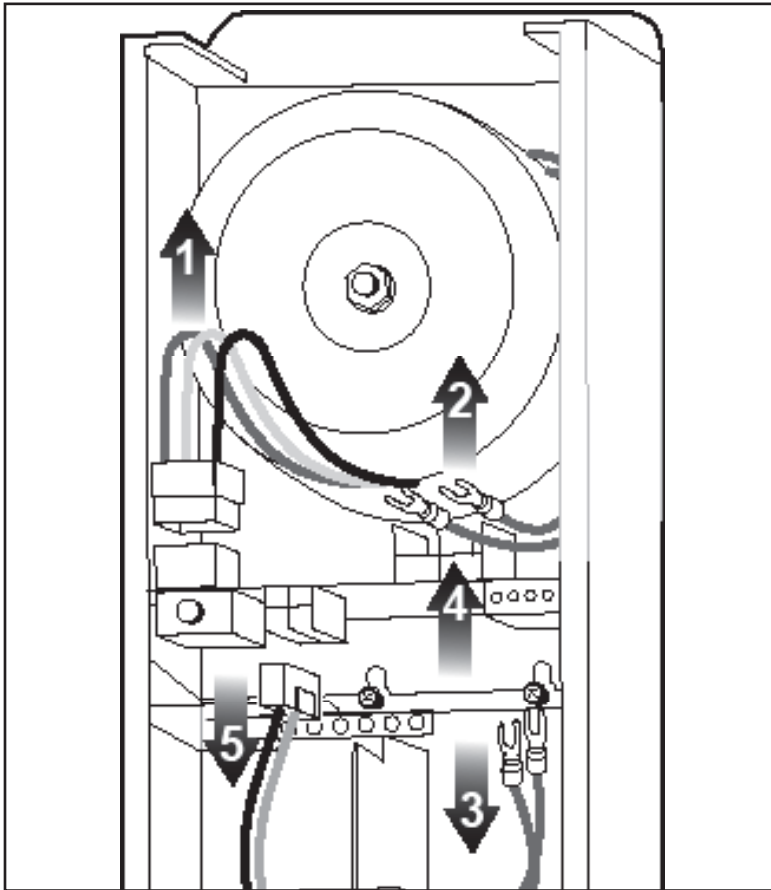

Figura 4. Extraer la placa PCBA
4. Desenchufe el mazo de conectores de cables de entrada del transformador. Consulte la Figura 4 (1).
5. Use un destornillador para aflojar los tornillos de los cables de salida lo suficiente para extraer los cables azules de salida del transformador. Consulte la Figura 4 (2).
7. Extraiga los dos terminales de cable inferiores de la placa PCBA. Consulte la Figura 4 (3).
8. Mueva el soporte de la placa PCBA hacia arriba hasta que las ranuras estén libres de los tornillos de montaje de soporte de la placa PCBA. Consulte la Figura 4 (4).
9. Desenchufe el conector blanco inferior de la placa PCBA. Consulte la Figura 4 (5).
Consulte la Figura 4.